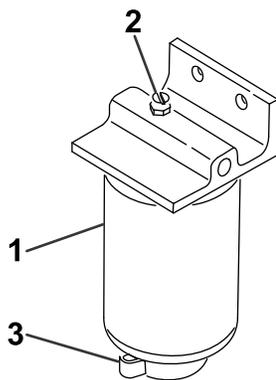

Figura 57
2. Liberte a válvula de escoamento que se encontra na zona inferior do recipiente do filtro (Figura 57).
1. Limpe a zona de montagem do recipiente do filtro (Figura 57).